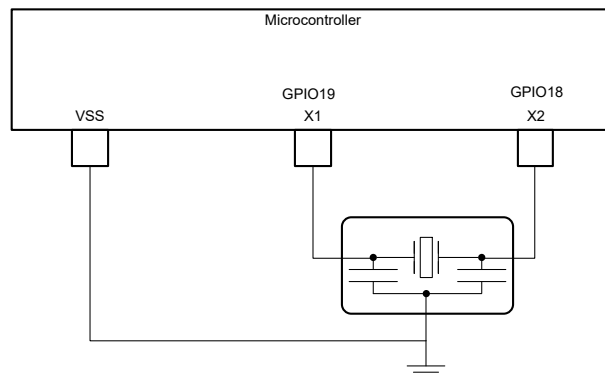

図 6-15. 外部共振子
- 外部共振子。図 6-15 に示すように、X1 と X2 の間に共振子を接続し、そのグラウンドを VSS に接続する必要があります。